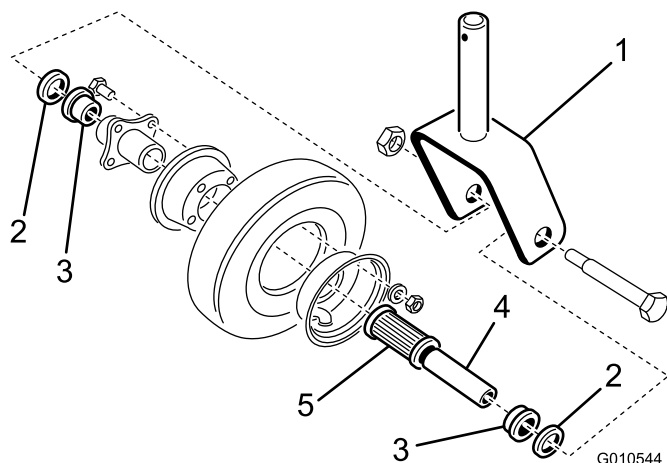

図 19
2. ホイールを横に傾けると、スパンナブッシュ (図 19) が落ちてくる。
3. ホイールのハブからベアリングリテーナを1個取り外すと、ベアリングが落ちてくる。ホイールハブの反対側からもベアリングリテーナを外す (図 19)。